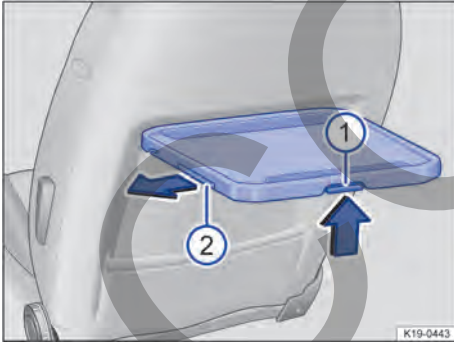

Fig. 176 En el asiento delantero izquierdo: mesa plegable con portabebidas.
- **Plegar:** Mantenga la palanca de bloqueo → fig. 176(1) presionada hacia arriba y presione la mesa hacia abajo tanto como sea posible.
- **Ajustar:** Mantenga la palanca de bloqueo → fig. 176(1) presionada hacia arriba y ajuste la inclinación deseada.
Con la mesa plegable desplegada, extraiga el portabebidas → fig. 176(2) en el sentido de la flecha. <